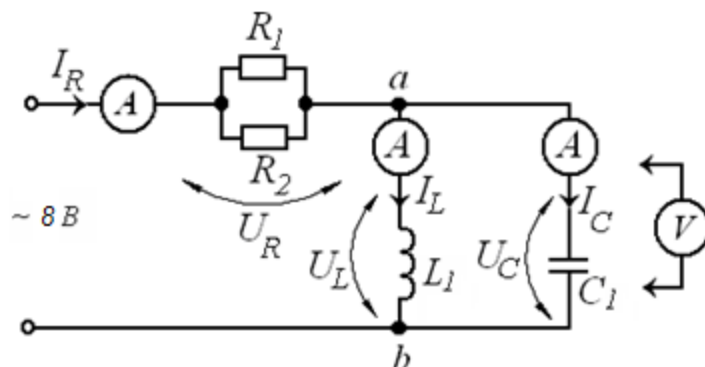

Рисунок 4.3 – Схема эксперимента
4. Рассчитать токи и напряжения на участках цепи (рис. 4.3) по формулам